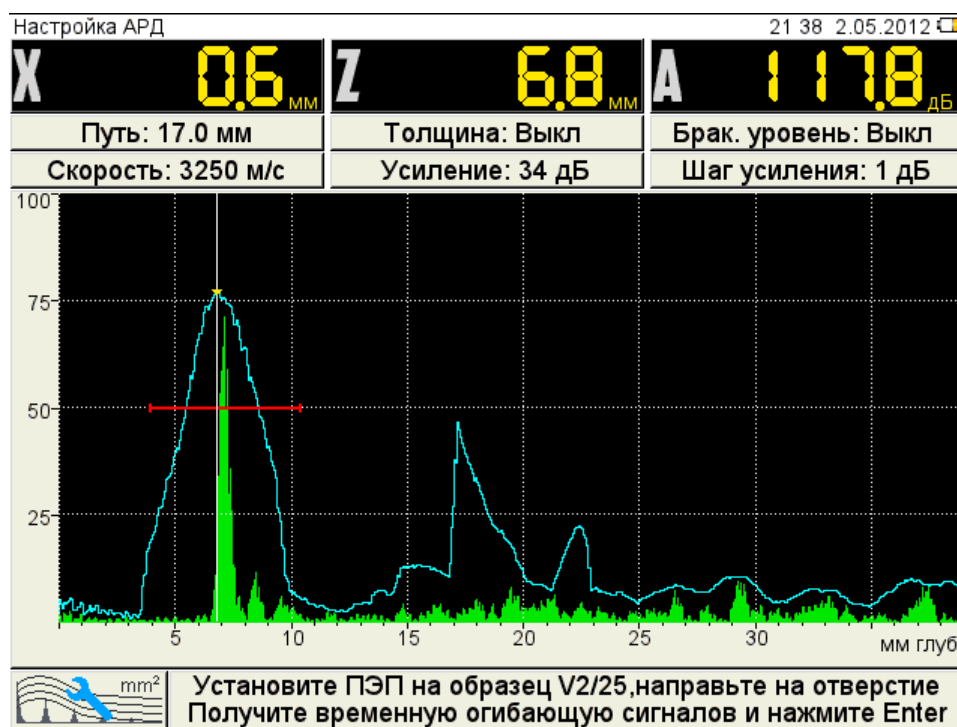

Рисунок 22
- перейти на строку с выбранным типом амплитудной коррекции АРД и нажать **Enter**. Откроется окно настройки АРД (рисунок 22).